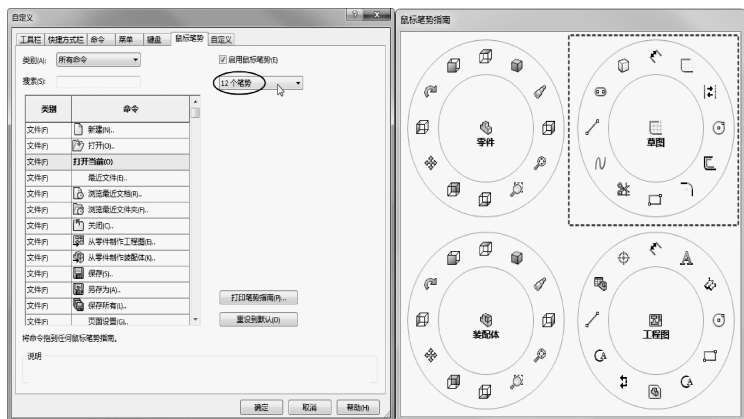

图 1-24 设置鼠标笔势
- 在【鼠标笔势】标签下选择【12个笔势】选项，如图 1-24 所示。设置完成后关闭【自定义】对话框。